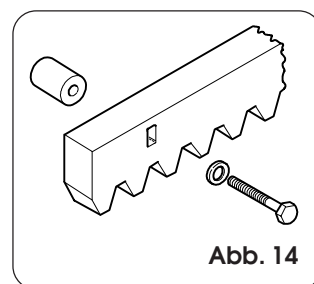

Abb. 14
4.8.2. Zu verschraubende Zahnstange aus Stahl (Abb. 14)